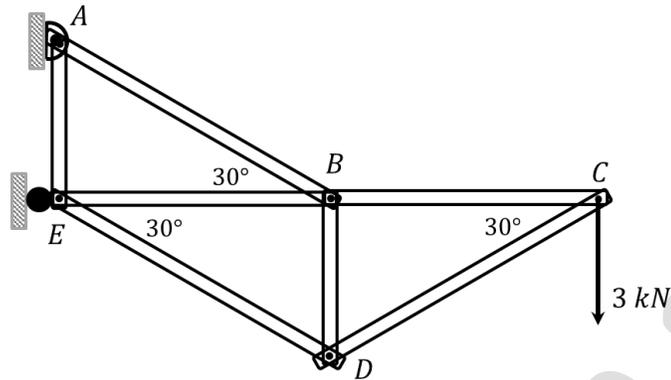

Fig. 5.9.
5.3.- La Fig. 5.9 muestra una estructura conformada por siete varillas. La varilla $AB = DE = CD = 2(m)$. El punto A representa un pasador fijo, en cambio el punto E un soporte o rodillo. Calcular mediante el método de los nudos las fuerzas internas en cada varilla indicando si están en tensión o compresión.